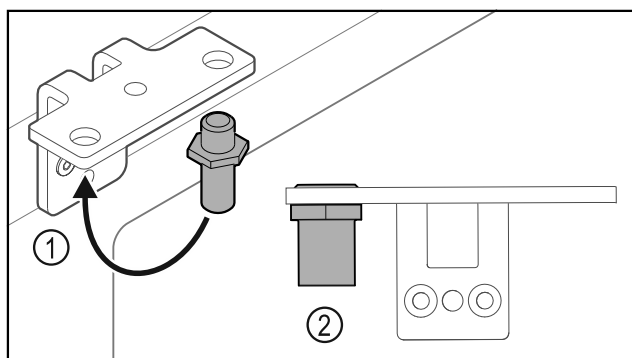

Fig. 35
- ▶ Sworznie Fig. 35 (1) przłożyć do zawiasu.
- ▶ Sworznie Fig. 35 (2) dokręcić z **momentem obrotowym 12 Nm**.